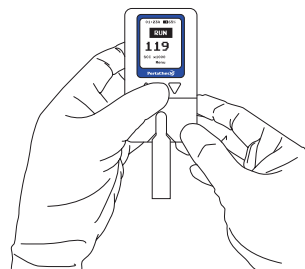

Fig. 4
4. Lea el valor que aparece en la pantalla (Fig. 4).